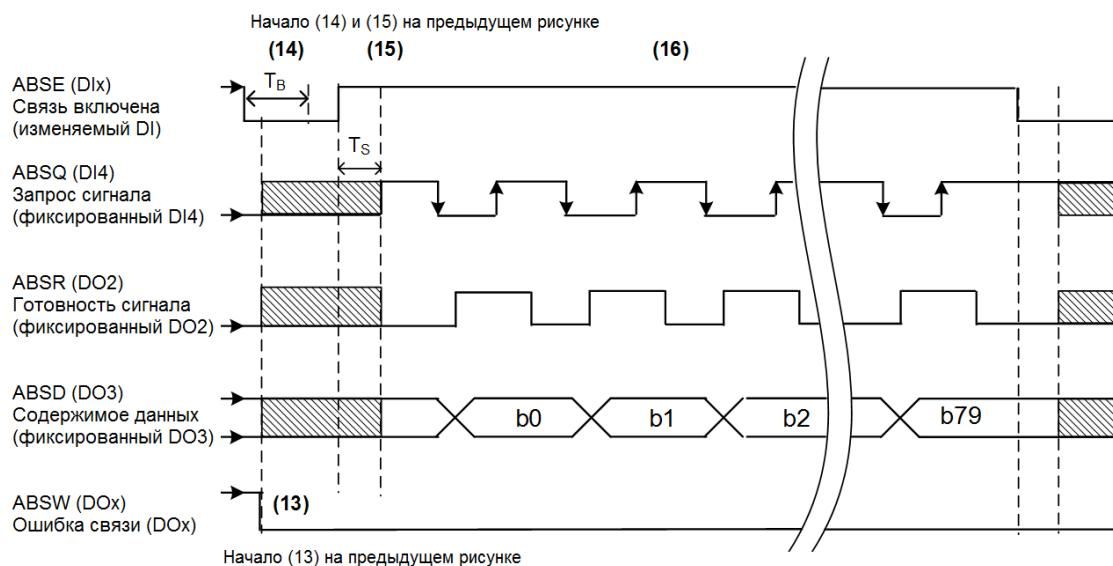

Рис. 10.3.5.1.1 Временная диаграмма для считывания абсолютного положения с помощью DI/DO
- По истечении времени T_Q данные квитирования готовы, и абсолютное положение отправляется в ABSD. Теперь сервопривод включает сигнал ABSR, и контроллер может получить доступ к данным. Если контроллер все еще не может определить статус ABSR, когда он переходит на высокий уровень по истечении максимального времени T_Q (см. рис. 10.3.5.1.1), возможно, это означает, что произошла ошибка связи.